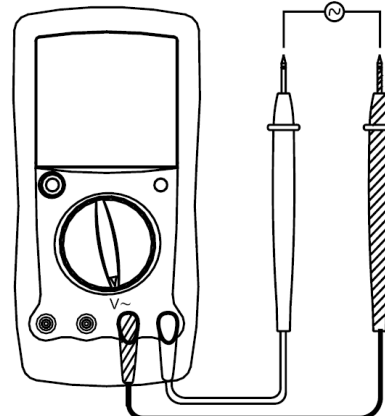

Рис. 4
B. Измерение переменного напряжения (См. рис. 4)